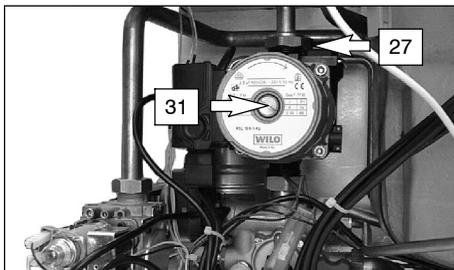

fig. 6.3
- 7 Allentare il tappo della valvola di sfiato automatico (27 in fig. 6.3).
- 12 Togliere il tappo 31 in fig. 6.3 e sbloccare la pompa ruotando il rotore con un cacciavite. Durante questa operazione sfiatare la pompa.